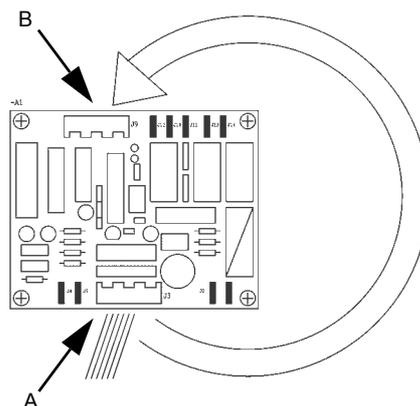

Fig. 5 Carte de circuit électronique
2. Retirer le connecteur de sa position originale, voir fig. 5, pos. A, et insérer le connecteur en position de secours, voir fig. 5, pos. B.